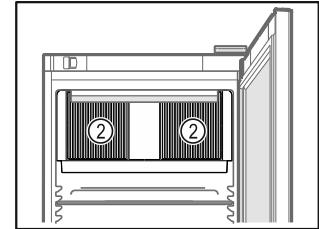

Fig. 58
- ❑ Тримати відкритою вентиляційну щілину Fig. 58 (2) вентилятора циркуляційного повітря у внутрішній камері.